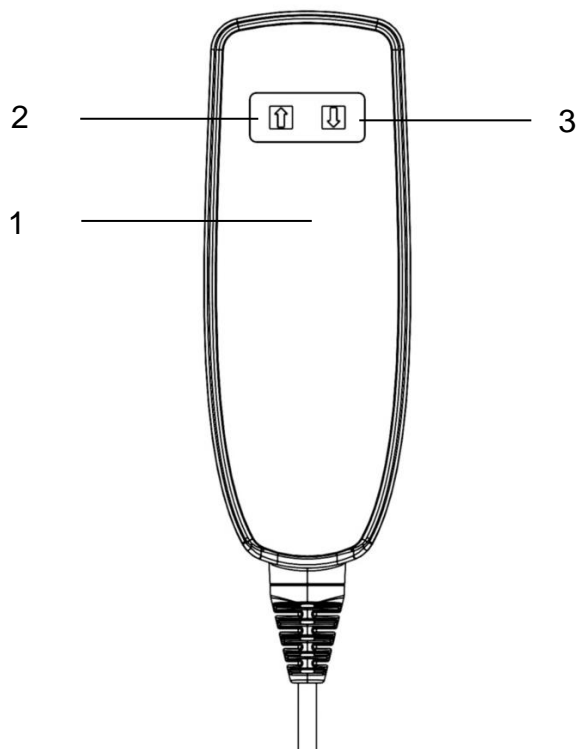

Abb. 1.1
AUF: Betätigen Sie die obere Taste (2) auf dem Handschalter (1). *Abb. 1.1*
AB: Betätigen Sie untere Taste (3) auf dem Handschalter (1). *Abb. 1.1*